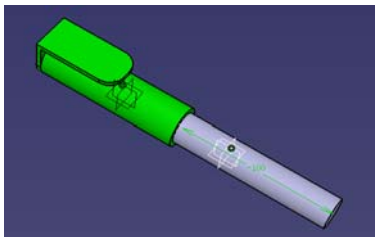

图 15-2
(1) 选择菜单 File → Open  打开文档 (必须是装配件) (见图 15-2);